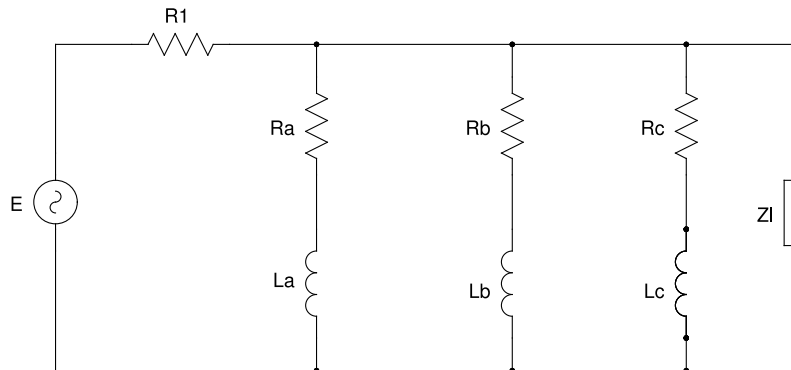

Figura 8.1
1. Monte o circuito da figura 8.1 para $Z_L = 10\Omega$ e sendo E uma tensão senoidal de $1,5V_p$ e $60Hz$;
17. Remonte o circuito da figura 8.1 de forma a obter a máxima potência possível entregue a Z_L e repita os procedimentos 1–13.